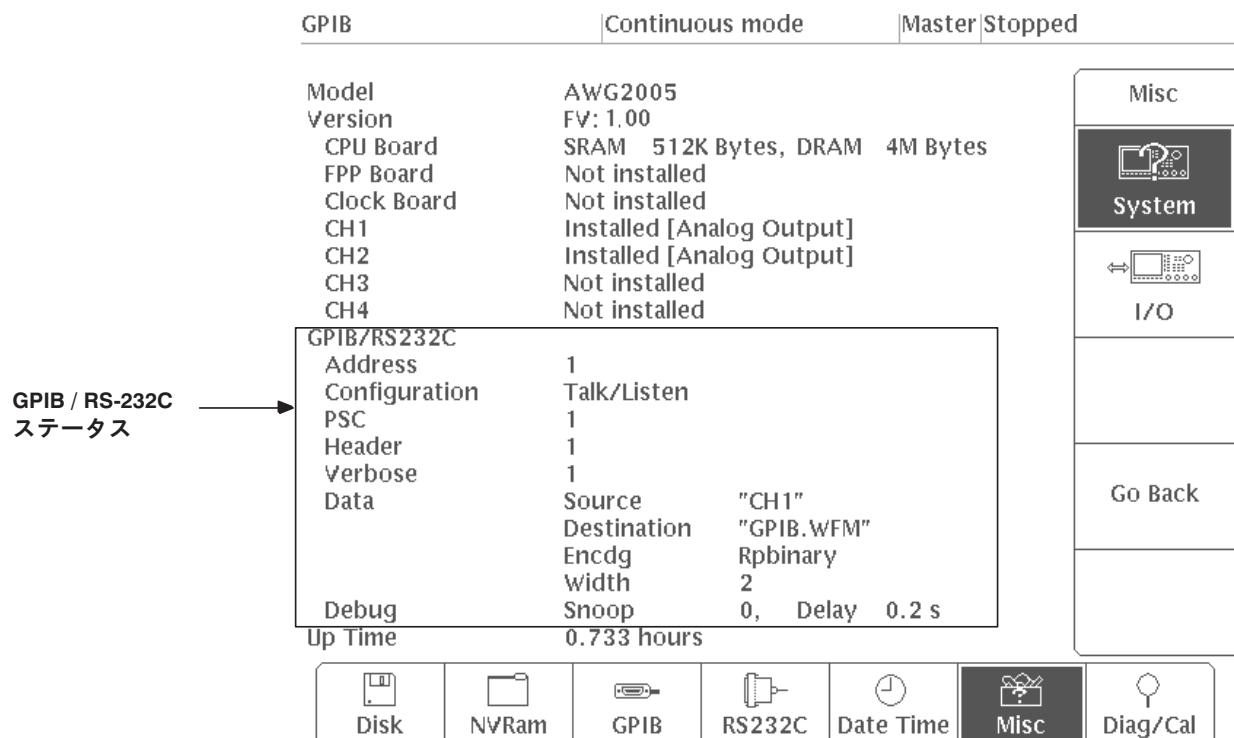

図 1-10：設定状態の確認
Status の管面表示で GPIB/RS-232C の設定状態を確認することができます (図 1-10 参照)。以下の手順でメニューを表示します。
- **手順 4 :** **System** サイド・キーを押して、**System** サブ・メニューを表示します (図 1-10 参照)。